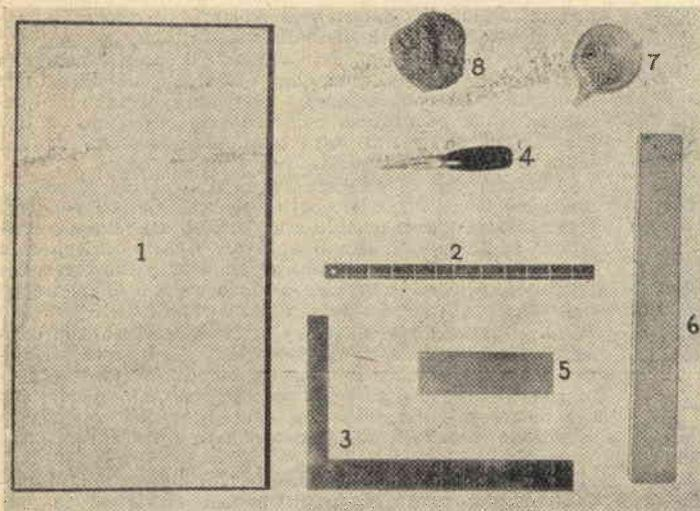
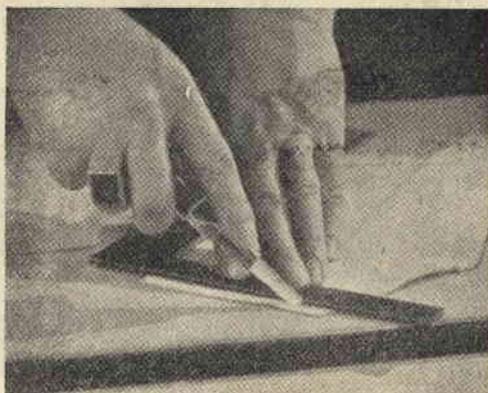

Fig. 1 - Ciò che occorre per la preparazione del cuoio.
Fig. 3 - Il taglio di un pezzo di cuoio
Per realizzare i vari circuiti occorre solo modificare i collegamenti di alcune resistenze fisse, di alcuni condensatori e di alcuni fili. I componenti maggiori, inclusi il trasformatore, gli zoccoli della valvola e della bobina, il condensatore variabile C1, il raddrizzatore al Selenio, i due condensatori elettrolitici di filtro ed il potenziometro R1, rimangono sempre nella posizione indicata in fig. 1-A, così come inalterati rimangono in tutti i circuiti i collegamenti in detta figura e nella foto B indicati, collegamenti per la cui esecuzione vi consigliamo di usare filo di un determinato colore, giallo, ad esempio, mentre filo rivestito di colore diverso
Marcate tutti i terminali, seguendo le indicazioni di fig. 1 ed 1A (potrete allo scopo incollare sulla base dei rettangoli di carta sui quali avrete scritto le indicazioni necessarie) e stando bene attenti a non commettere errori, perché se assegnaste ad un terminale o ad un morsetto un numero errato, l'errore si ripercuoterebbe
1. - *Il tagliere.* Si tratta di una tavoletta di legno piana e ben levigata, sulla quale tagliare il cuoio. E' preferibile usare legno tenero, ma che abbia una grana serrata, affinché la lama del coltello non sia fatta deviare dalla durezza della grana (fig. 1, n. 1).
2. - *Il righello.* Serve al tempo stesso come misura e come riga e di conseguenza deve essere centimetrato. Perché non farselo da sé, usando una di quelle righe di ottone che i tipografi adoperano per separare le varie colonne? Incidervi i segni della centimetratura è cosa semplicissima con il procedimento indicato in questo stesso fascicolo (fig. 1, n. 2).
3. - *La squadra.* Dev'essere di metallo, come il righello, e possibilmente centimetrata. E' l'utensile più utile per tagliare il cuoio bene in quadro. Il miglior modo di servirsene, quando si debba tagliare, è quello illustrato in fig. 3, mentre la fig. 2 illustra come servirsi del righello per riportare sul cuoio una determinata misura. In fig. 3 notate che la lama del coltello è tenuta inclinata leggermente in fuori rispetto al margine della squadra, che viene così seguito più facilmente (fig. 1, n. 3).